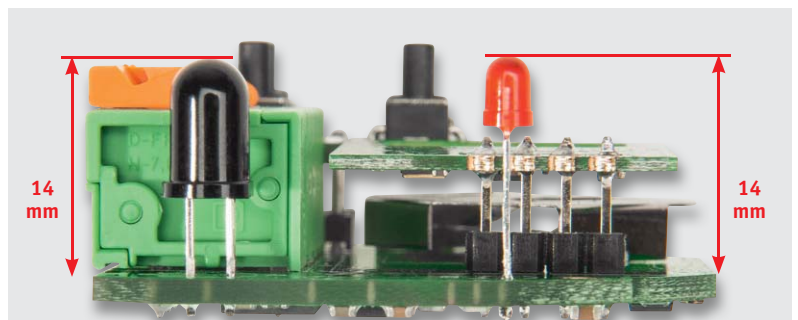

Bild 6: Die beiden LEDs sind mit einer Einbauhöhe von 14 mm über der Platine einzulöten.
Als Nächstes sollten die beiden Dioden D1 (IR) und D2 (rot) mit einem Abstand von 14 mm zwischen Platine und LED-Spitze eingelötet werden (Bild 6). Bei D1 ergibt sich die korrekte Einbaulage aus dem Be-